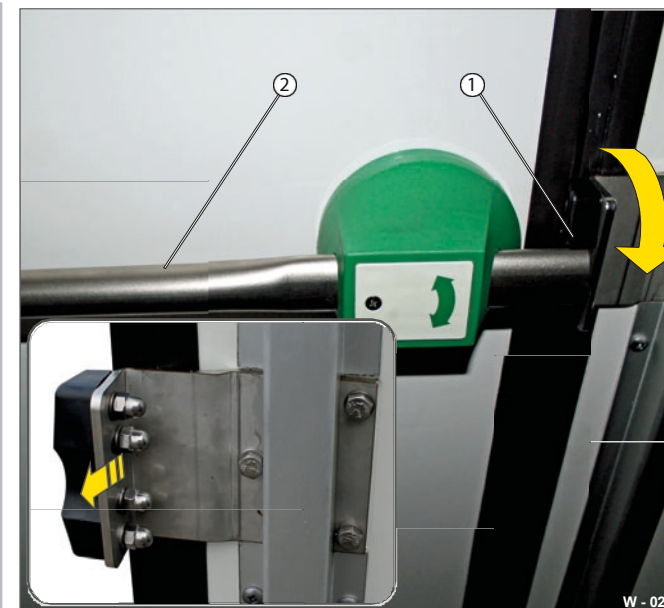

Fig. 9 Låsepunkt
- Kontroller at låsepunktet/påløpsstoppet (fig. 9/1) ikke er slitt.